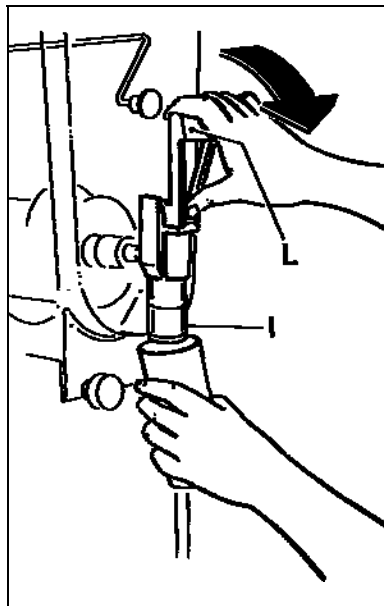

Fig. 20
- a) Pour distribuer le produit, placer le verre sous le robinet et tirer le levier comme indiqué à la figure 20.